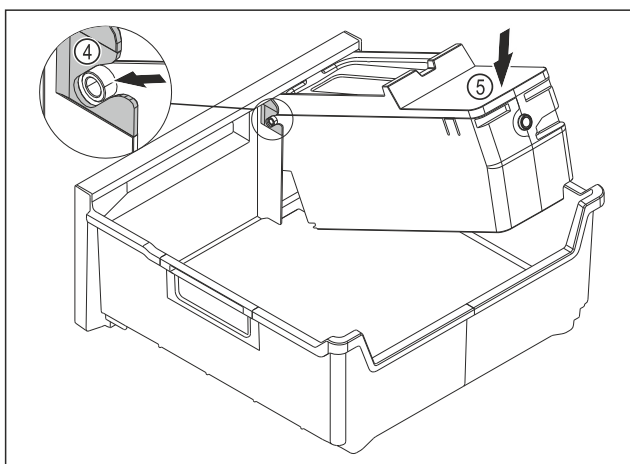

Fig. 109
- Az EasyTwist-Ice egység testének szerelése: Tolja be az EasyTwist-Ice egység testének tengelyeit a vezetőelemekbe Fig. 109 (4).
- Nyomja le az EasyTwist-Ice egység testének Fig. 109 (5) hátsó részét.